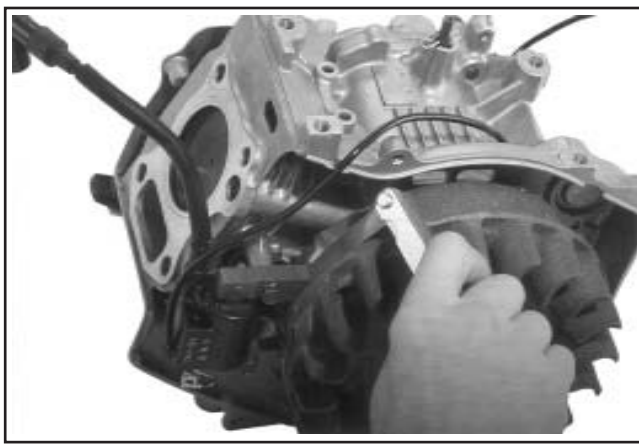

Figure 11-61. CS4, CS6. Réglage de l'intervalle.
3. Acheminer le câble du module d'allumage, comme indiqué dans la figure 11-61 ou 11-62.
5. Insérer un calibre plat de 0,5 mm (0,020 pouce) entre chaque pied du module et l'aimant. Desserrer les vis en permettant à l'aimant d'attirer le module contre le/les calibres. Pousser contre le module pour serrer les pieds contre le/les calibres tout en serrant les vis. Serrer la vis inférieure en premier. **Serrer les vis au couple de 10 N·m (88,5 in. lb.).** Voir les figures 11-61 et 11-62.